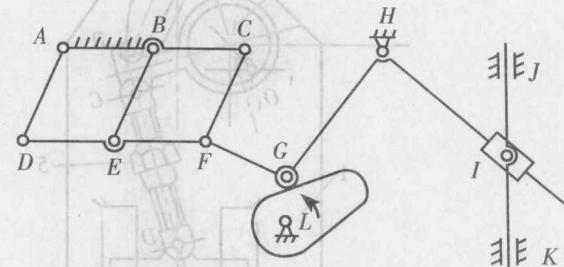

图 2-3
**例 2-3** 计算如图 2-3 所示推料机构的自由度。